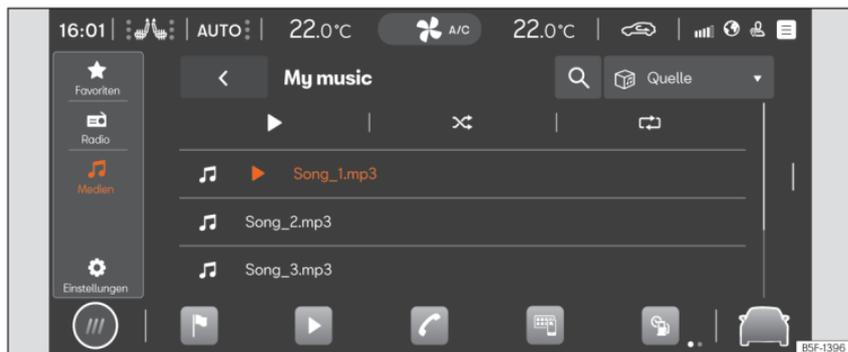

Abb. 157 Schematische Darstellung: Ansicht Medien
- ► > 🎵 ► ► ► **Abb. 157** antippen.